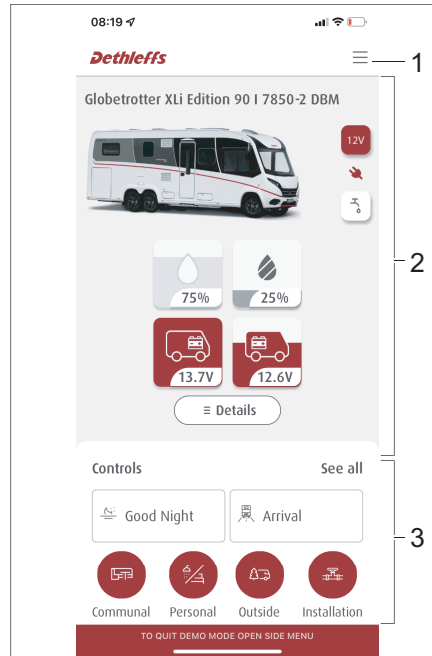

Fig. 289 Organización de la aplicación Dethleffs Connect
- Área de menú (Fig. 289,1)
- Datos del vehículo (Fig. 289,2)
- Área de manejo y escenarios (Fig. 289,3)